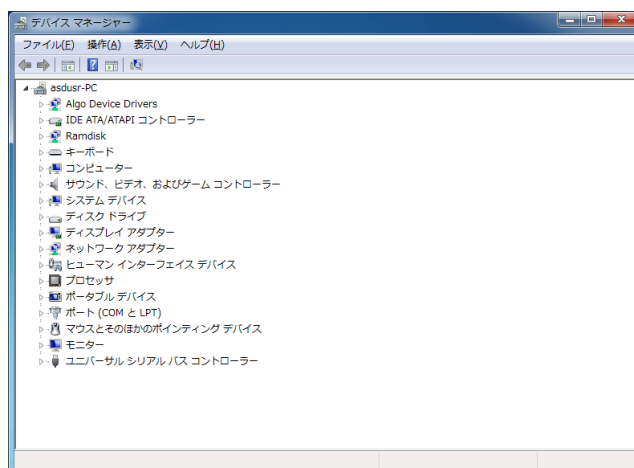

図 3-3-9-1. デバイス マネージャー
- ① スタートメニューから[コントロール パネル]を選択します。
- ② [コントロール パネル]が開きます。[システム]を実行します。
- ③ ダイアログが開きます。[デバイス マネージャー]を選択します。
- ④ [デバイス マネージャー]が開きます。(図 3-3-9-1)